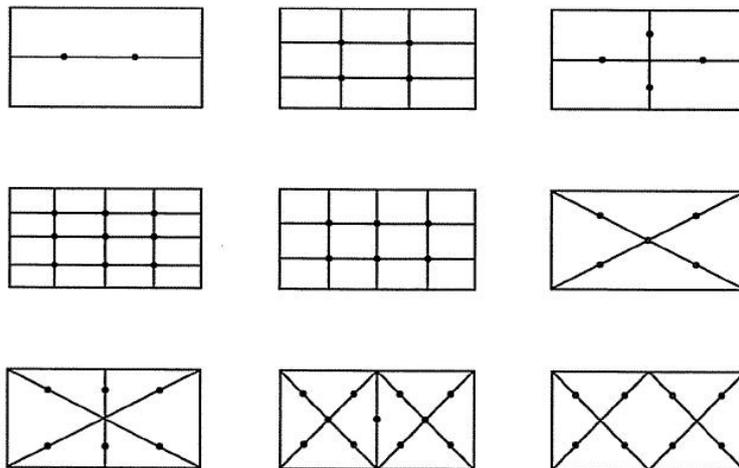

图 A.1 平面采样点布置图
A.1 洁净室(区)采样点布置宜力求均匀,避免采样点在局部区域过于稀疏。下列多点采样的采样点布置图示可作参考(见图 A.1)。